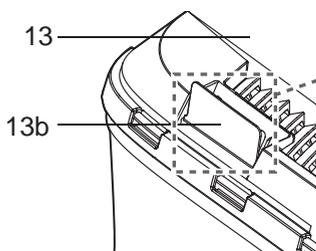

Fig. 17
- > Tant que la trappe est ouverte, cela signifie qu'il reste de l'espace pour remplir le bac de récupération de l'herbe. (Fig. 17)